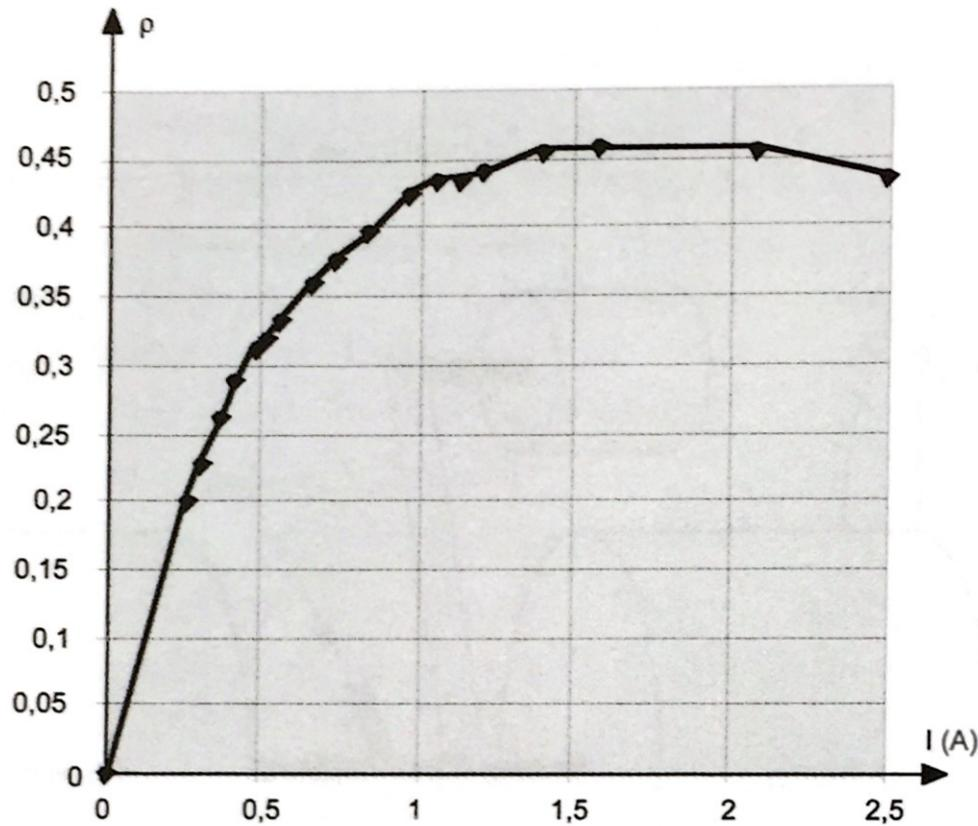

Figure D10 : rendement de la dynamo pour une tension d'alimentation du moteur d'entraînement fixée à  $u = 8$  volts
- Tracer le graphe donnant le rendement  $\rho = f(I)$  : il atteint un maximum correspondant au fonctionnement optimal de la dynamo pour une vitesse de rotation donnée (un exemple est donné sur la figure D10).